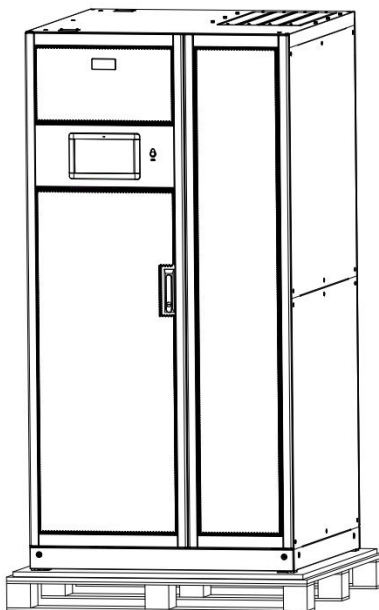

Figura 3-5 Retire la espuma protectora
Paso 4: Retire la espuma protectora que rodea el armario según la Figura 3-5.